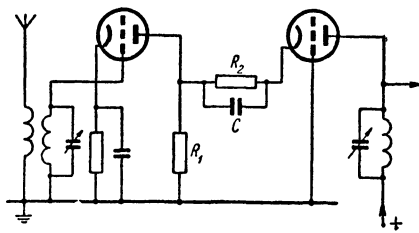

Рис. 124. Схема каскодного усилителя. Включение резистора  $R_1$  необязательно.
**Л.** — Достаточно включить перед триодом с заземленной сеткой другой усилительный триод с обычной схемой включения (рис. 124).